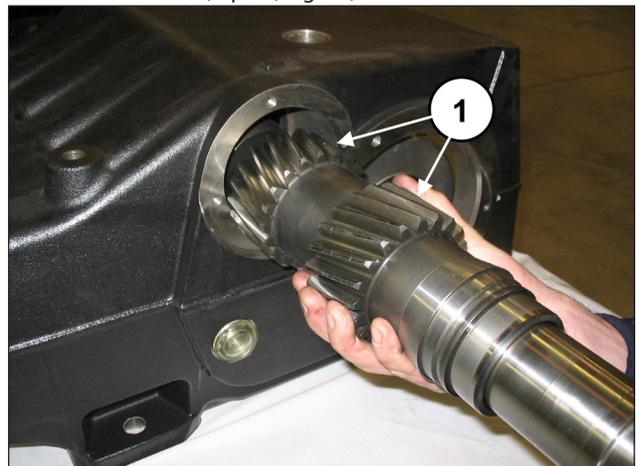

Fig. 55
Insérer l'arbre PTO prémonté dans le carter (rep. ①, Fig. 55) en le faisant passer du côté opposé de celui où ont été prémontées la bague extérieure du coussinet et la douille de lubrification des coussinets.
**Insérer l'arbre PTO dans le carter de sorte que les dents soient tournées comme le montre la Fig. 55.**